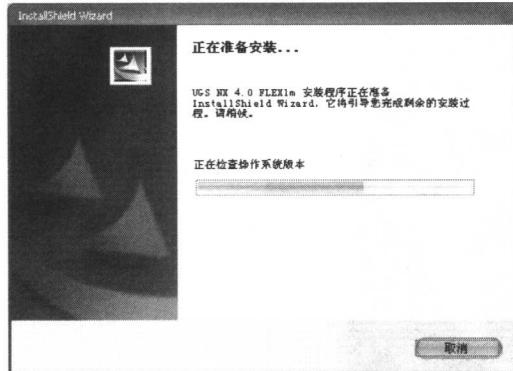

图 1-3 安装进度对话框
(4) 选择【中文(中国)】安装方式, 单击【确定】按钮, 系统打开安装进度对话框, 如图 1-3 所示。